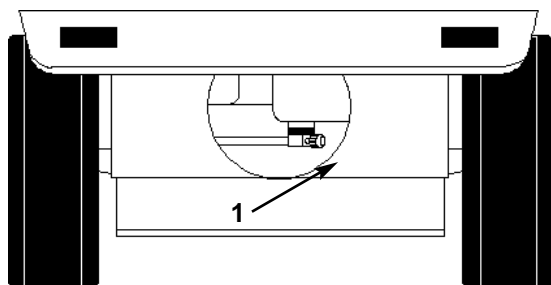

Figure 29
2. Fermer le robinet d'arrêt de carburant au réservoir de carburant (Fig. 29).
7. Ouvrir le robinet d'arrêt de carburant au réservoir de carburant (Fig. 29).